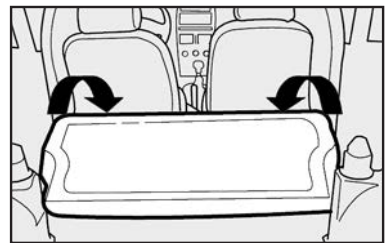

fig. 118
4) Rebater para a frente o encosto, passando os cintos pelos lados, até que este se apoie sobre o assento traseiro **fig. 118**.